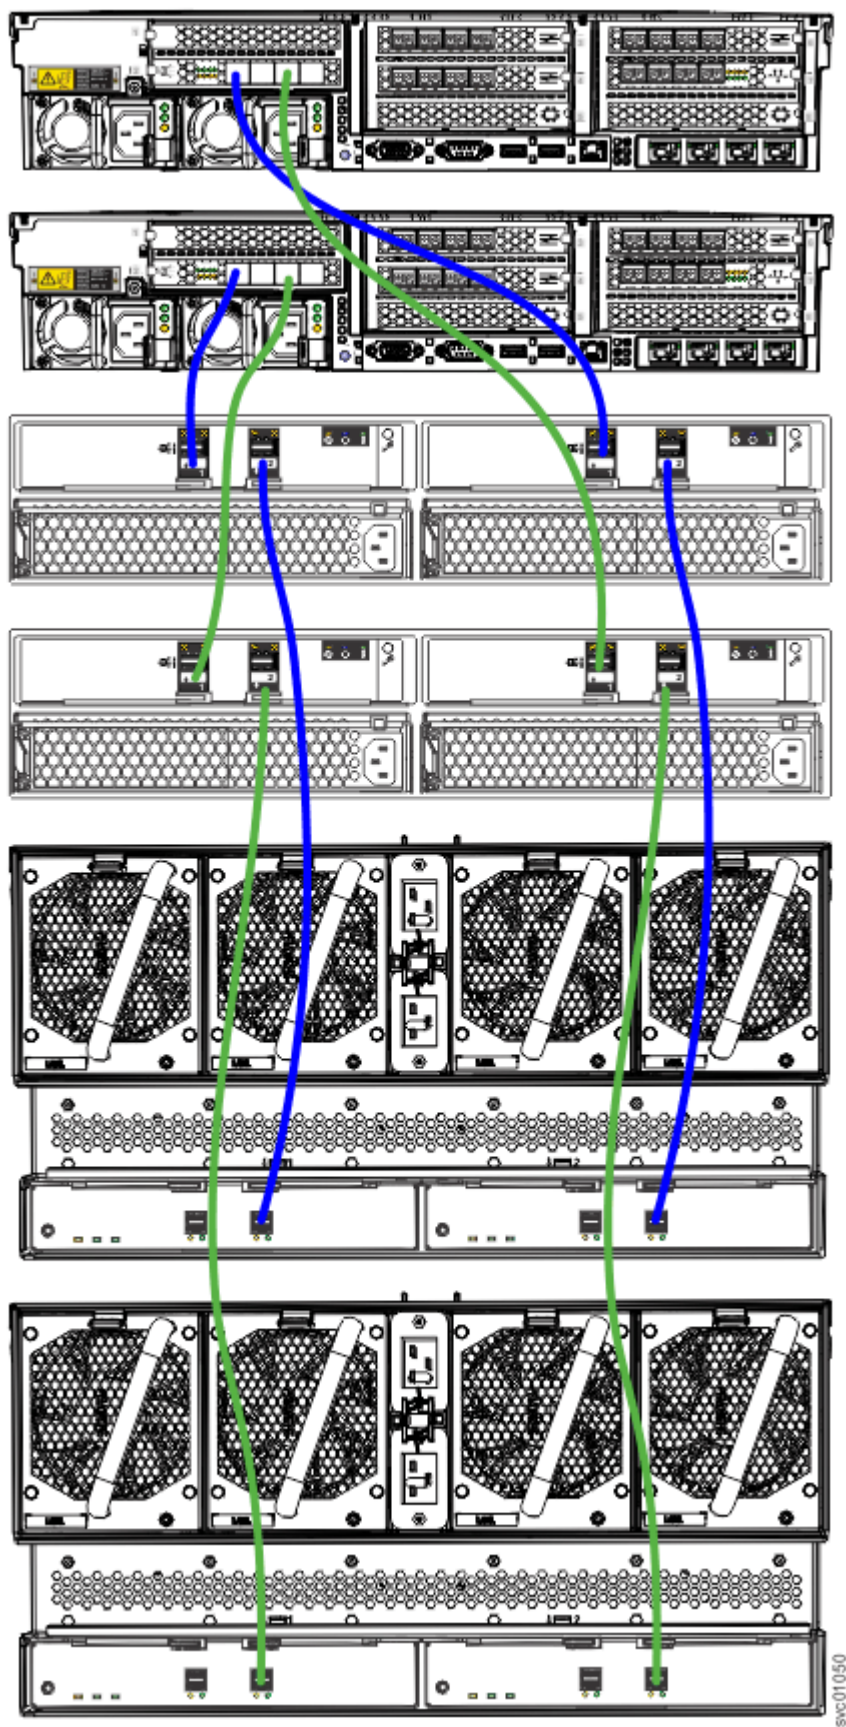

图 136. 连接 SAS 电缆
1. 安装电缆，如第 108 页的图 136 中所示。
注：提供第 108 页的图 136 是为了显示 SAS 机柜与每个节点机柜之间的电缆连接。它并不代表机架中机柜的精确安装顺序。但是，由于尺寸和重量的原因，始终会将 5U 扩展机柜放置在机架底部附近。
如 第 108 页的图 136 所示，您可以在单个 SAS 链中组合使用 2U 扩展机柜（12 驱动器和 24 驱动器）和 5U 扩展机柜。各种组件的组合链权重将成为限制因素。可连接到节点 SAS 端口的最大 SAS 链权重为 10：